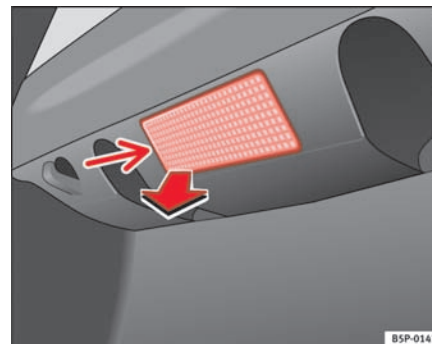

Fig. 191 Bagagerumslys
- Tag den tulipanformede holder af ved at trykke på kanten inden i pil med en flad skruetrækker ⇒ fig. 191. ▶